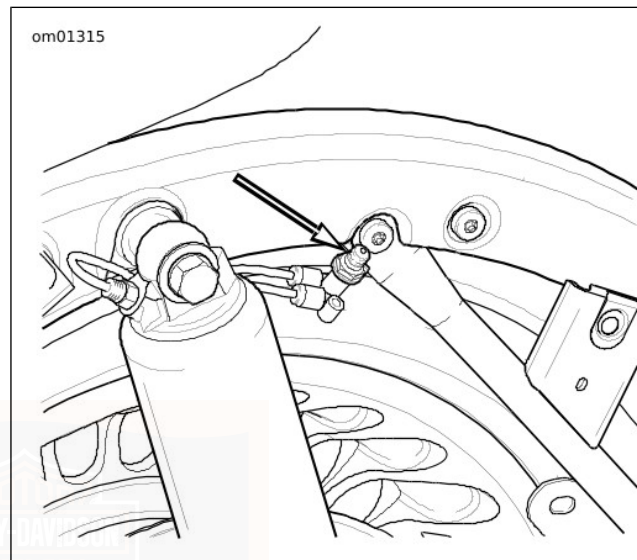

Figure 19. Valve pneumatique de suspension arrière
2. Voir Figure 19. Retirer le bouchon de la valve pneumatique située derrière l'amortisseur à gauche du véhicule.